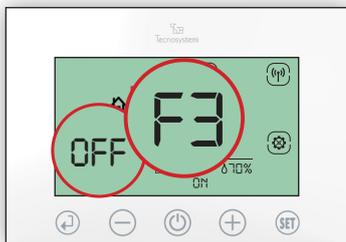

Fig.27
- 3.1 Verificare il lampeggio di OFF e fascia F3, premere il tasto (+) per impostare ON e confermare con (↵). (Fig.27)